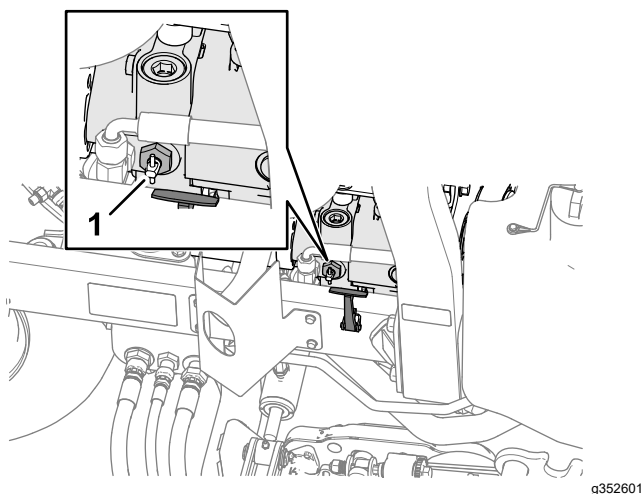

Figure 51
2. Près du loquet de capot droit, tournez la vanne de dérivation sur la pompe (Figure 51) de 90° à l'aide de la poignée.